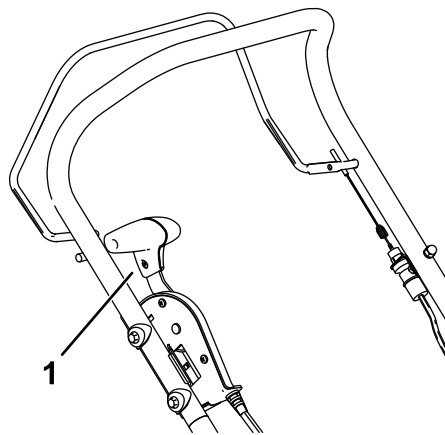

Bild 10
3. Bewegen Sie den Transporthebel ganz nach hinten in die Transportstellung (Bild 10).
5. Bewegen Sie den Transporthebel ganz nach hinten in die Transportstellung (Bild 10).
Um den Motor abzuschalten, lassen Sie die Schaltbügel los und bewegen Sie den Transporthebel ganz nach hinten in die Transportstellung (Bild 10).